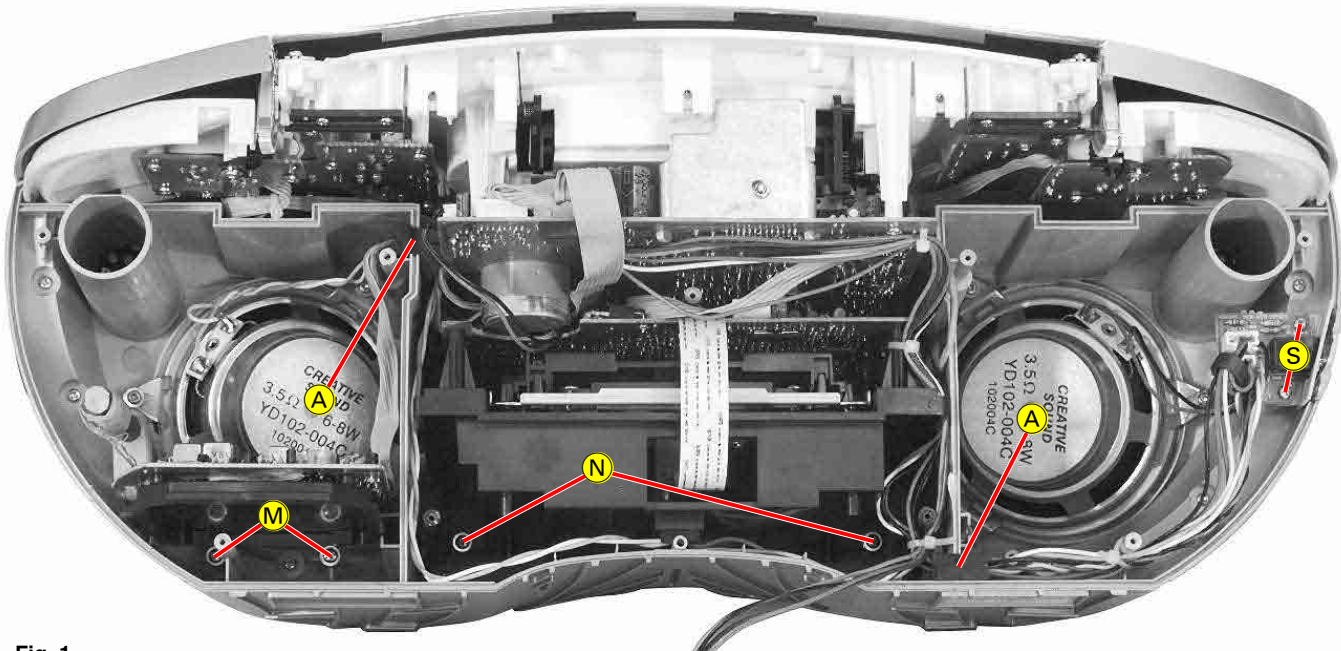

Fig. 1
Leitungen, die in den Lautsprecherbereich führen, werden zwischen Gummis **A** (Fig. 1) durch die Gehäuseaussparungen geführt. Diese Gummis sind wichtig für die Dichtigkeit der Lautsprecher.
Wires to the speaker areas are guided between two rubbers **A** (Fig. 1) through the cutouts of the speaker housing. These rubbers are important to seal the speakers.
- 2 Schrauben Ⓜ (Fig. 1) herausdrehen.
- Undo 2 screws Ⓜ (Fig. 1).
- 2 Schrauben Ⓝ (Fig. 1) herausdrehen.
- Undo 2 screws Ⓝ (Fig. 1).